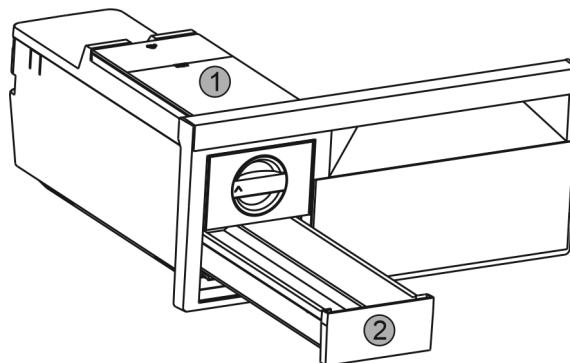

Fig. 38
- ▶ Watertank Fig. 38 (1) en ijsblokje- en vrieslade Fig. 38 (2) verwijderen.